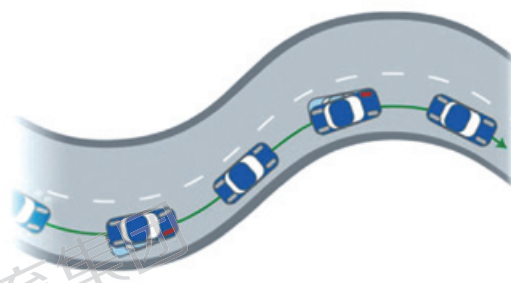

图 2 连续弯道下 ESP 的工作示意图
2) 急转弯车道上的高速行驶，车辆在公路上行驶，突然出现个急转弯，ESP 可以通过制动某个车轮来控制转向角度，使车辆平稳的在公路上行驶 (如图 2 所示)。